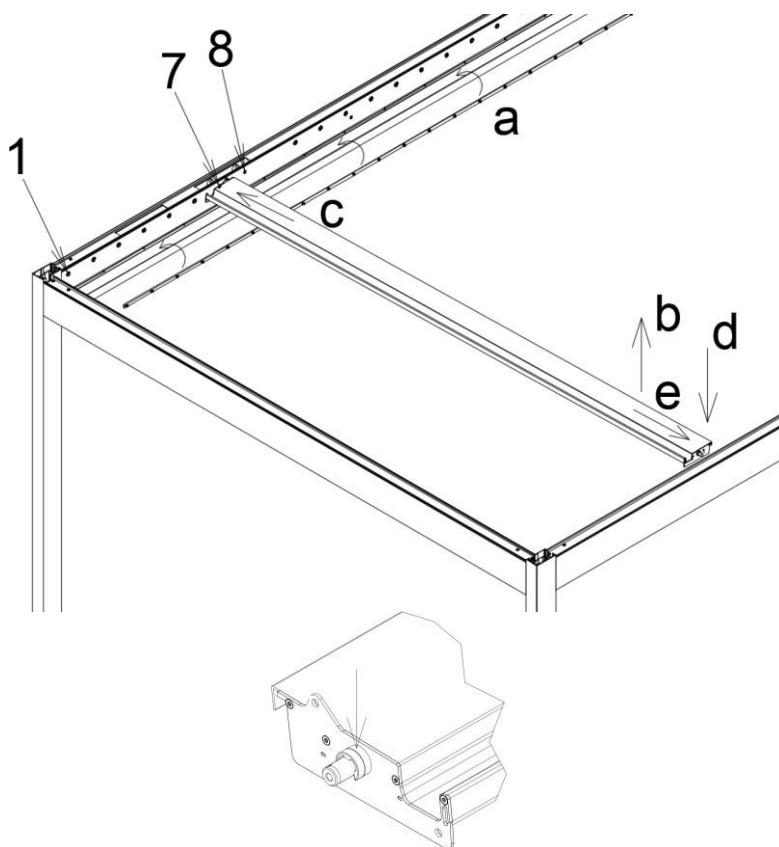

Abbildung 47
4. Beginnen Sie die Montage mit dem Einsetzen von 2 Antriebsfedern. Die Seite der Antriebsabdeckung (mit der oberen Aussparung für die Zugstange) muss auf der Motorseite liegen. Die Antriebslöcher der Federn befinden sich in der Antriebsstange in der Öffnung Bolzen Nr. 7 und 8 (vom Ende des Trägers aus gezählt) – Abb. 47. An der Oberseite des Trägers wurde eine Revisionsöffnung mit sichtbaren Antriebsarmen angebracht. Die Öffnungen 7 und 8 haben unterschiedliche Gleitbuchsen mit Schlitz und ohne Flansch.
5. Reihenfolge der Montage der Feder (Abb. 47): a) Eine der Antriebsstangen (vorher mit allen Bolzen versehen) in die Rinne einführen; b) Die Antriebsfeder über die Pergola in die Achse der Öffnung 7 bringen und das dem Motor gegenüberliegende Ende über den Balken heben; c) Senken Sie das Ende der Lamelle in die Öffnung Nr. 7 und schieben Sie den Bolzen bis zum Anschlag auf der Motorseite in die Öffnung; d) Senken sie das gegenüberliegende Ende der Feder in die Achse der Öffnung absenken; e) die Feder symmetrisch zwischen den Balken in die Öffnung schieben; f) auf die Bolzen an beiden Enden der Feder jeweils 2 Kunststoffringe Clip anbringen.
- Auf beide Enden der Bolzen jeweils 2 Kunststoffringe Clip aufschieben (Abb. 47 unten).